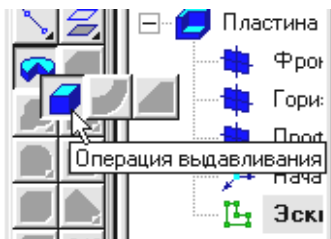

Рис. 5.12.
7. Для створення деталі у вигляді елемента видавлювання викличте з меню *Операції* команду *Операція видавлювання* або натисніть кнопку *Операція видавлювання* на панелі керування, рис. 5.12 і 5.13.